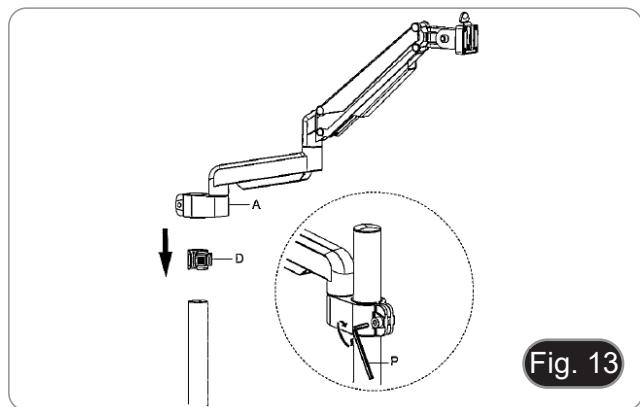

Fig. 13
6. Introduzir o suporte do cabo (D) no pilar.
7. Introduzir o braço flexível (A) e apertar o parafuso de fixação. (Fig. 13)